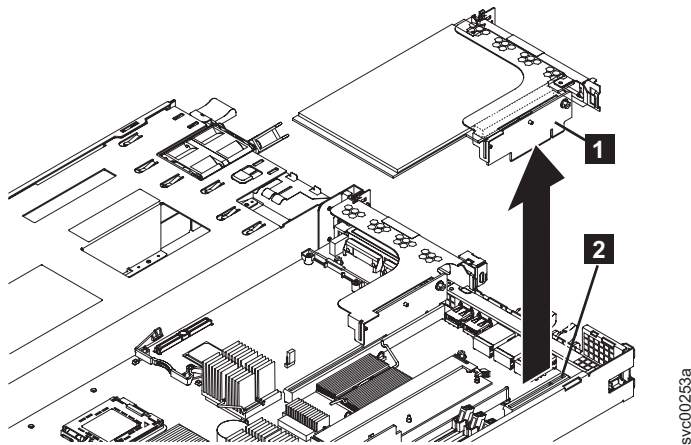

図 173. SAN ボリューム・コントローラー 2145-CF8 のファイバー・チャンネル・ライザー・カード・アセンブリーの取り外し
10. アダプター・アセンブリーの後部レールの留めねじを取り外した後、図 173 に示すように、ライザー・カード・アセンブリーの片側をつかんで引き上げ、スロット1 ライザー・カード・コネクタから外します。ライザー・カードがコネクタから離れたら、カード・アセンブリーを慎重にひねって、アセンブリーをノードから分離します。